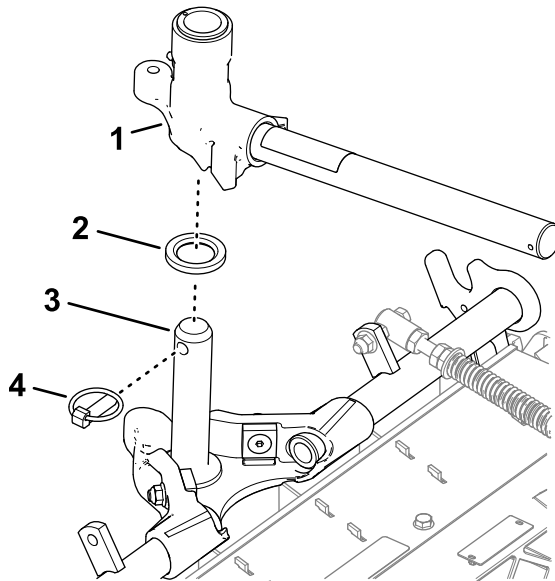

**Figure 19**
3. Glissez une unité de coupe sous le bras de levage (Figure 19).